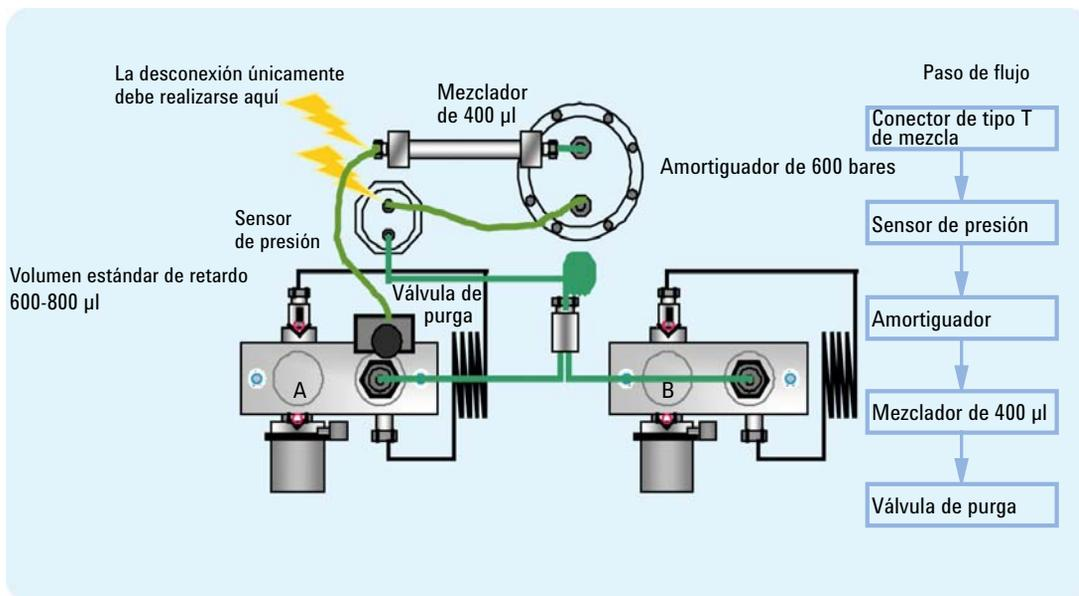

Figura 15 Configuración de volumen estándar de retardo para columnas de 3 y 4,6 mm de d.i. con una sensibilidad UV máxima
- Para las columnas de 4,6 mm de diámetro interno debería utilizarse la configuración estándar de retardo para la bomba (consulte la Figura 15 en la página 46).